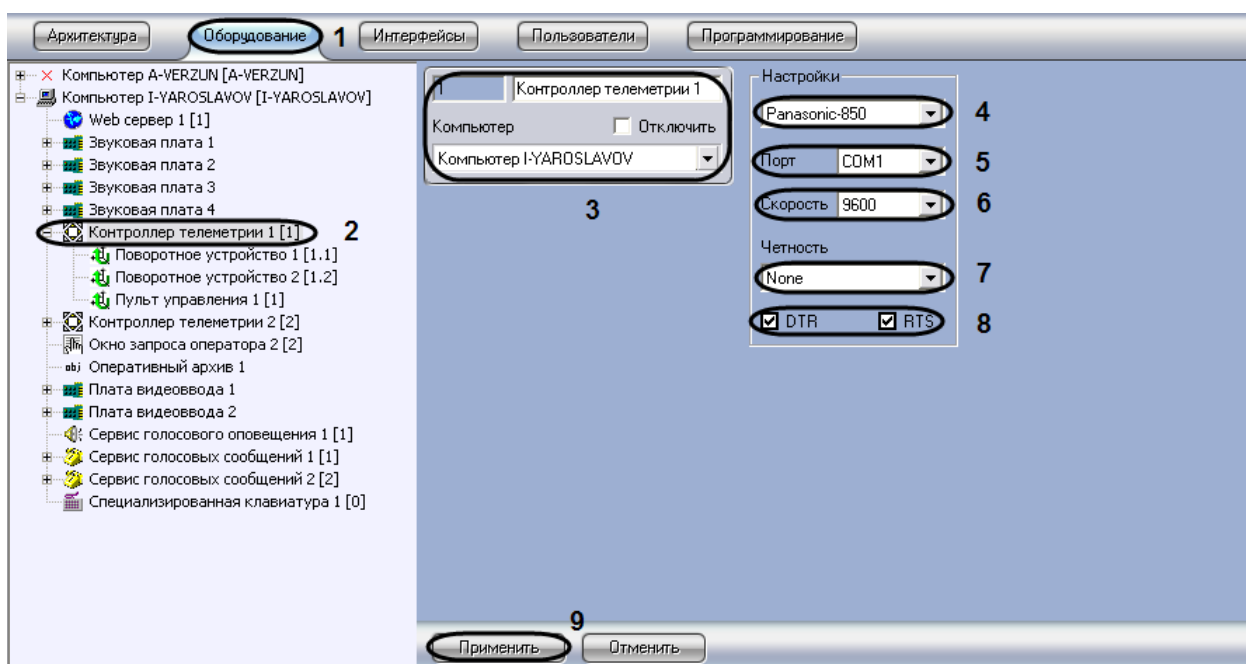

Рис. 3.4—4 Панель настроек объекта «Контроллер телеметрии»
1. Перейти во вкладку «Оборудование» диалогового окна «Настройки» программы «Интеллект» (Рис. 3.4—4, 1).
2. На базе объекта «Компьютер» требуется создать системный объект «Контроллер телеметрии» или выбрать соответствующий объект в дереве объектов во вкладке «Оборудование» диалогового окна «Настройки» программы «Интеллект» (Рис. 3.4—4, 2).
3. При создании объекта «Контроллер телеметрии» необходимо указать идентификационный номер, название объекта и выбрать Сервер, к COM порту которого подключено поворотное устройство (см. Рис. 3.4—4, 3).
4. Из списка выбрать протокол обмена данными с поворотным устройством. Названия протоколов обмена в данном списке соответствуют названиям типов поворотных устройств (см. Рис. 3.4—4, 4).
5. Из списка «Порт» выбрать номер последовательного (COM) порта подключения поворотного устройства (см. Рис. 3.4—4, 5).
6. При необходимости изменить параметры скорости обмена данными между Сервером и поворотным устройством (см. Рис. 3.4—4, 6).